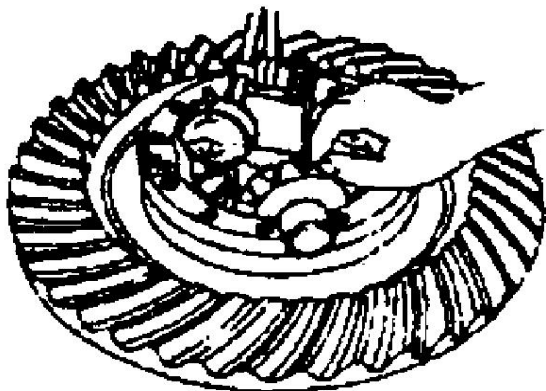

图 5-17
- (3) 测量和记录行星齿轮的齿侧间隙 (图 5-17)；